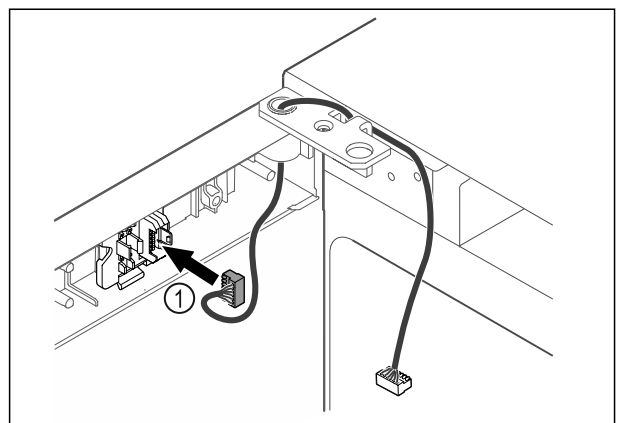

Fig. 64
- Insérer le connecteur Fig. 64 (1) dans le support.